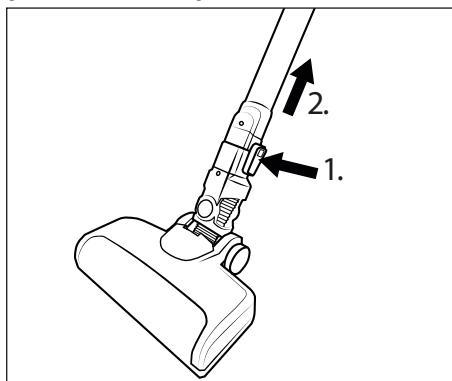

Fig. 12
- ◆ For at fjerne gulvbørsten 22 fra sugerøret 24, skal du trykke på oplåsningsknappen til gulvbørsten 23 og holde den nede og tage sugerøret 24 ud af gulvbørstenen 22 (se fig. 12).